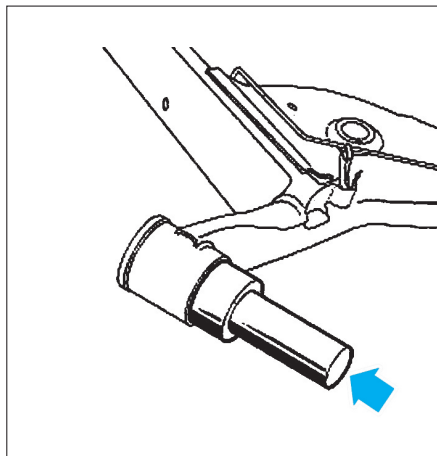

FIG. 24
- Manchon de dépose des paliers de train arrière (Fig.24).
- Déposer les articulations élastiques en frappant à l'aide d'un marteau et d'un manchon de diamètre approprié ou de l'outil (Tar. 1838) (Fig.24).